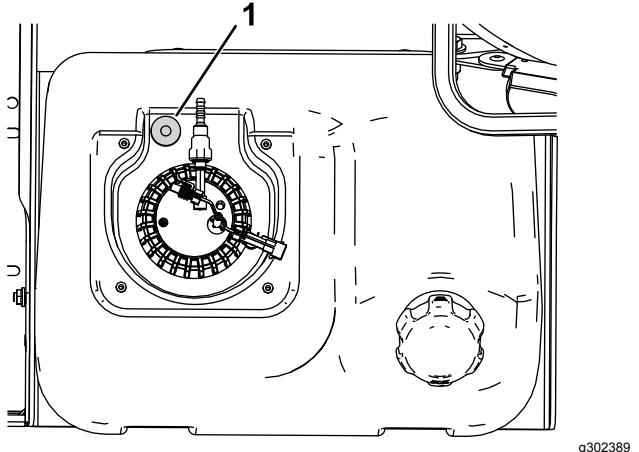

Figura 2
6. Debajo de la tapa, coloque el casquillo como se muestra en la Figura 2 y marque el centro en el depósito de combustible.